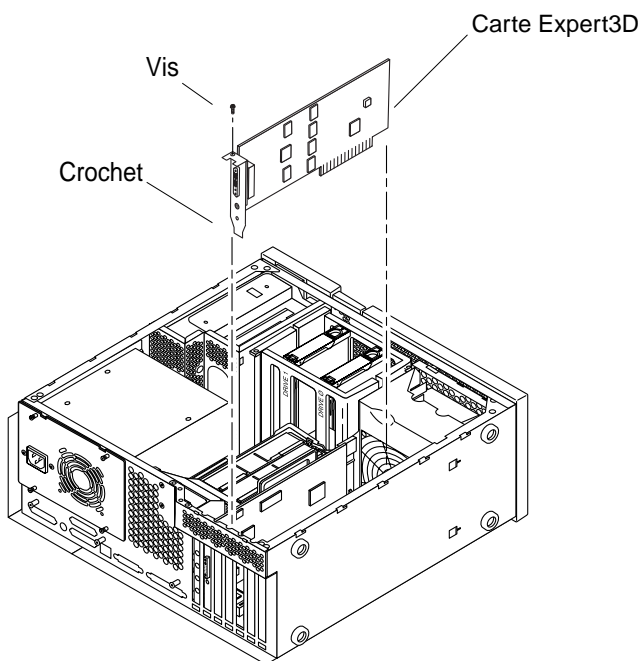

FIGURE 2-2 Installation de la carte graphique Expert3D dans un système Ultra 60
- a. Placez la carte Expert3D dans le châssis (FIGURE 2-2).